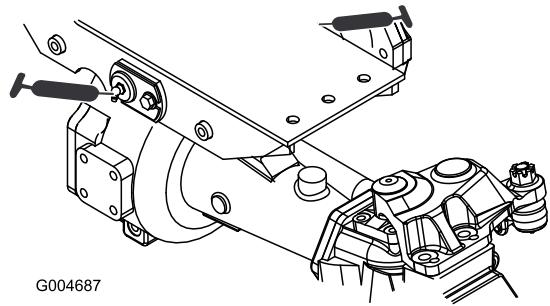

Figura 60
- Boccole orientabili (2) dei ponti anteriore e posteriore (Figura 60)